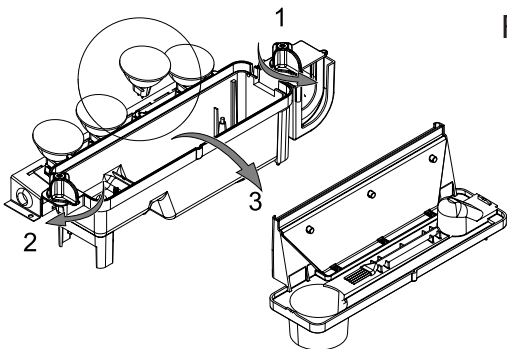

Fig.4
2. Es sollte möglich sein, die Lampen mit angebrachter Düse (siehe Abb. 4) zu betrachten, um festzustellen, welche Lampe ausgetauscht werden muss.